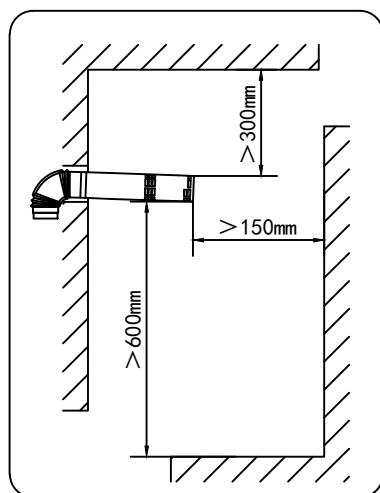

图1
■ 必须使用本热水器所配用的专用给排气管,安装方法见图1。如烟道较短可根据需要适当加长。每半年检查一次,检查烟道有无破损,漏烟等现象。